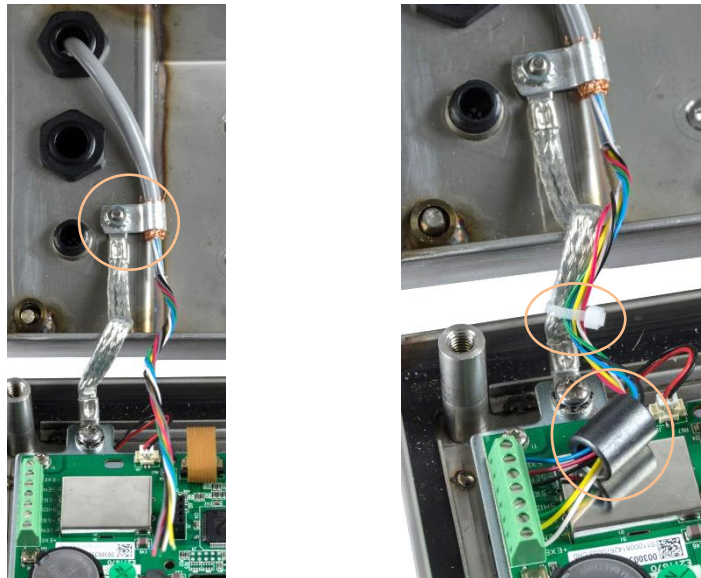

Figura 2-32: Installazione della ferrite sul cavo della cella di carico analogica e messa a terra sul telaio, IND236
21. Collegare il fermaglio di messa a terra alla scocca usando la vite di fissaggio della cerniera della scocca, come mostrato in Figura 2-32 (sinistra).